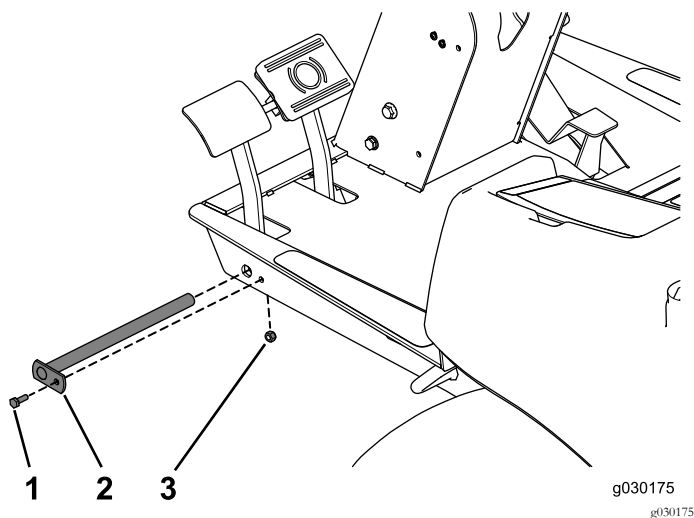

Figura 1
4. Retire o parafuso que fixa o pino que segura os pedais do travão (Figura 1).